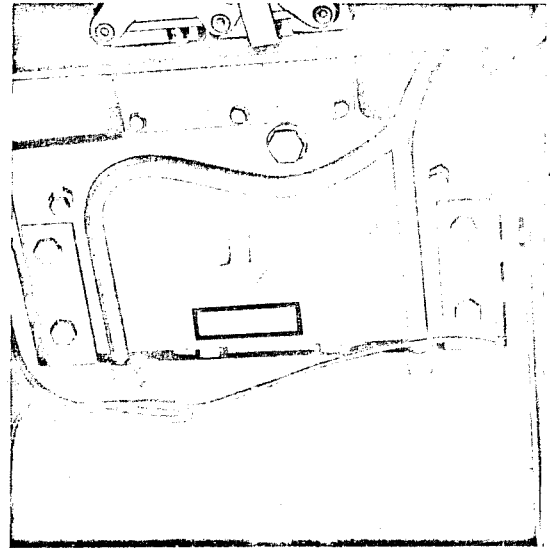

Fig. 2
N. DELLA TRATTRICE: stampigliato in alto sulla parte posteriore del corpo trattrice (visibile togliendo il cuscino) Fig. 2.
NUMÉRO DU TRACTEUR: frappé à froid en haut sur la partie postérieure du corps du tracteur (visible en enlevant le coussin du siège). Voir figure 2.
NR. DES SCHLEPPERS: markiert oben auf der Rückseite des Schlepperkörpers (sichtbar bei Abnahme des Kissens). Bild 2